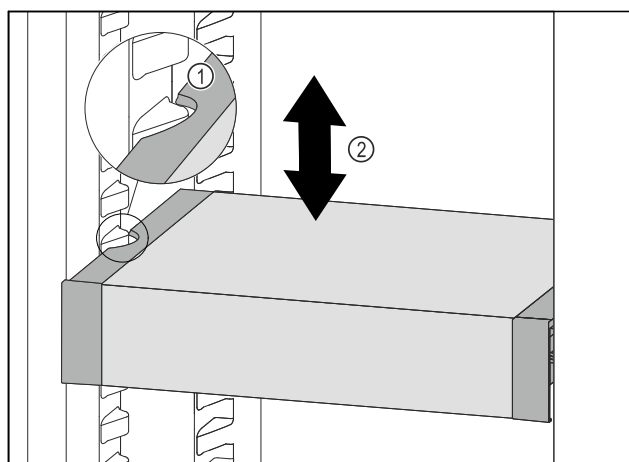

Fig. 171
- Predal VarioSafe povlecite v smeri naprej, dokler nista stranska izreza predala VarioSafe na višini nastavka za posodo v hladilniku. Fig. 171 (1)
- Predal VarioSafe premikajte v hladilniku gor ali dol, dokler ne dosežete želene višine. Fig. 171 (2)